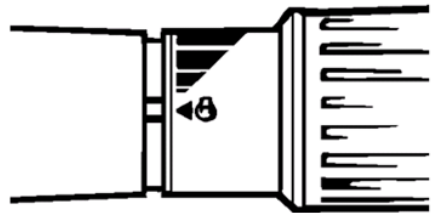

Рис. 14 Ручка газа.
4. Переведите ручку газа в положение «СТАРТ» (Рис. 14).